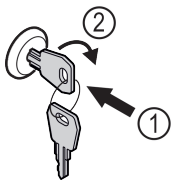

Fig. 99
- ▶ Sleutel erin duwen Fig. 99 (1).
- ▶ Sleutel 90° rechtsom draaien Fig. 99 (2).